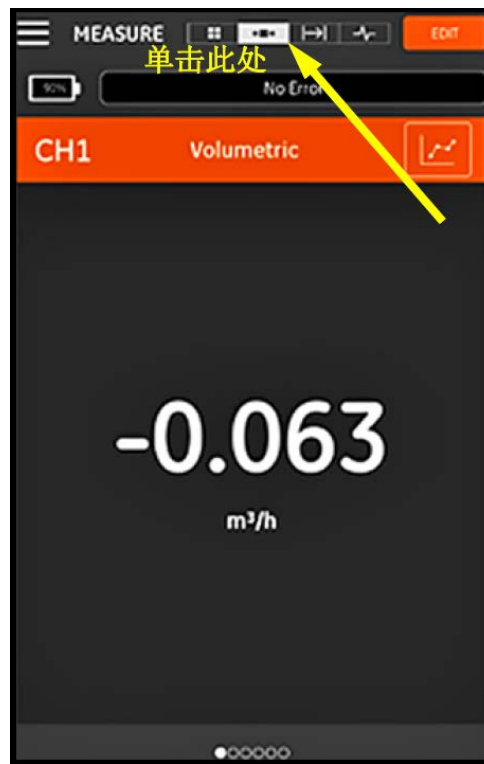

图 93: 单项测量屏幕
若要将屏幕更改为显示单项测量（请参见下面的图 93），单击  图标。在此模式下，一次显示一项测量，您可以由左向右滑动屏幕切换可用的测量。
- 单项测量的默认显示是数值型实时测量值，如 第 96 页上的 图 93 所示。